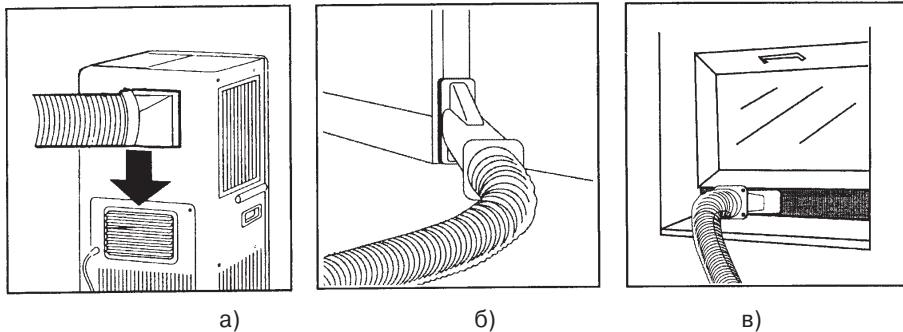

Рис.4.4
- Подключите квадратный конец воздухоотводящей трубы к порту в соответствии с рис. 4.4 а).
- Другой конец трубы выведите в оконный или дверной проем в соответствие с рис. 4.4 б, в.